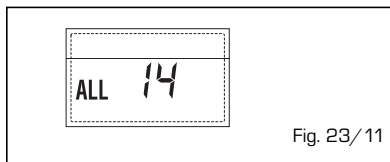

Fig. 23/11
- **ANOMALIA DEL VENTILATORE "ALL 15" (fig. 23/12)**